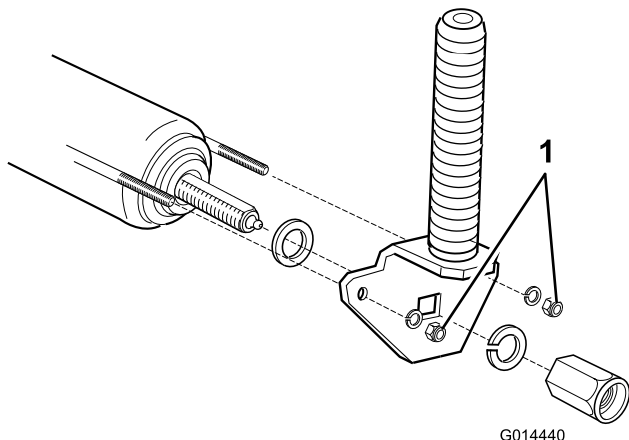

**Figura 80**
2. Serrate i dadi con 4 giri completi per sottoporre a una corretta tensione i fili (Figura 80).